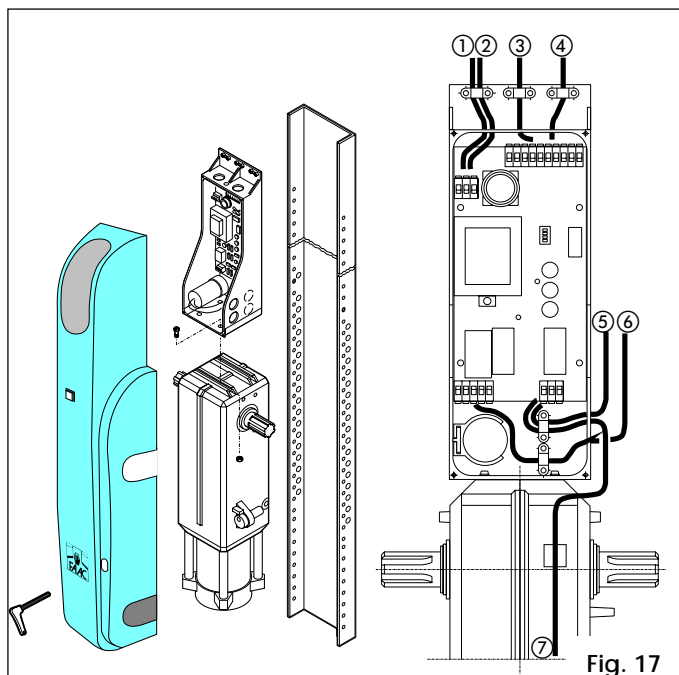

Fig. 17
- Avec l'arbre de rotation orienté vers le haut (Fig. 17)
Les Fig. 17 et 18 montrent aussi le cheminement et la fixation conseillés des câbles dans le support de platine.